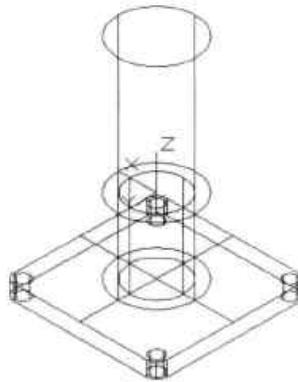

图13-57 绘制圆柱体
**Step10** 执行“圆柱体”命令，以坐标原点为圆心，绘制直径为 40mm、高 73mm 的圆柱体，如图 13-57 所示。